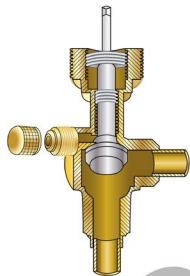

Figura 6-6: Asiento En el Respaldo
1. El Asiento en el Respaldo es cuando el vástago se gira en sentido contrario a las agujas del reloj hasta el tope. En la posición del asiento en el respaldo, el puerto de servicio está cerrado y la unidad exterior y el juego de líneas están conectados (Ver la Figura 6-6). Esto es lo mismo que la válvula de servicio de tres posiciones para refrigeración.